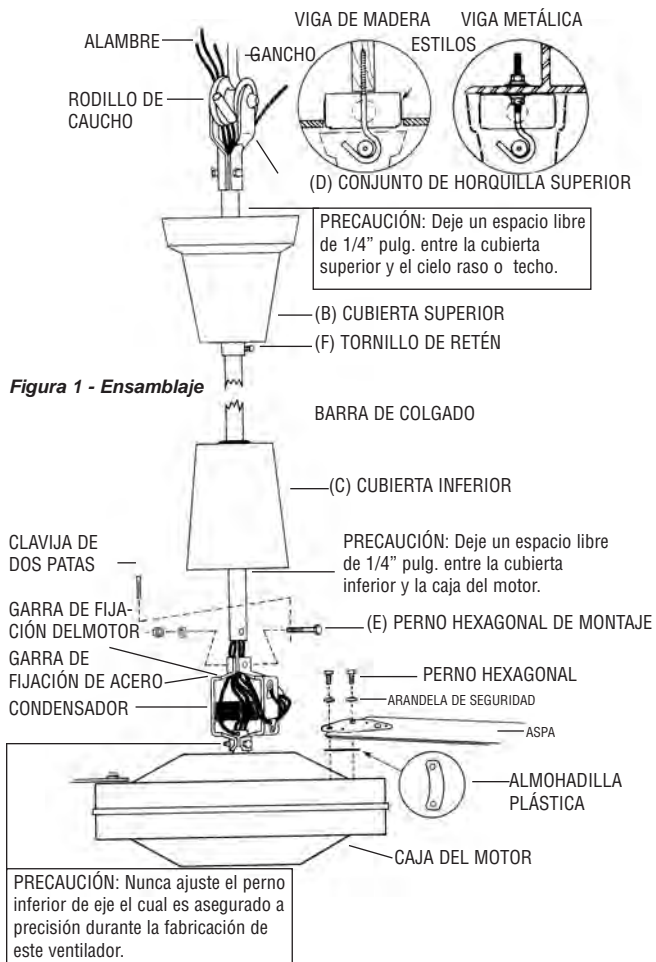

Figura 1 - Ensamblaje
2. En la garra de fijación (A) del motor, retire la clavija de dos patas y afloje la tuerca hexagonal. Retire cuidadosamente la arandela resortada y el tornillo hexagonal (E). (Véase la Figura 1)
3. Deslice la cubierta superior (B) (en forma de campana) hacia arriba por la barra. Deslice la cubierta inferior (C) hacia arriba por la barra.
4. Inserte los 5 cables eléctricos y el cable de seguridad a través del orificio central en la garra de fijación de acero sobre el motor (A) y luego continúe insertando los cables eléctricos y el cable de seguridad a través de la barra de colgado hasta que los cables eléctricos y el cable salgan en el extremo superior (horquilla).
5. Monte la barra de colgado a la garra de fijación (A) y coloque nuevamente el tornillo hexagonal. Asegure la tuerca hexagonal de arandela resortada y abra la clavija de dos patas.
6. Deslice la cubierta inferior (C) hasta que quede a una altura mínima de 1/4" sobre el motor.
**PRECAUCIÓN:** Las aspas deben sujetarse al motor según se muestra en la Figura 1. NO invierta las aspas durante la instalación.